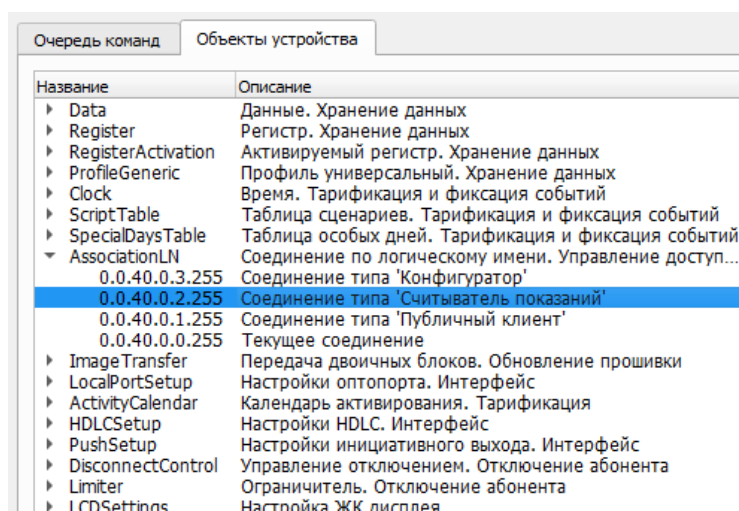

Рисунок 59
В левом нижнем поле на вкладке «Объекты устройства» выбрать объект «AssociationLN» и уровень доступа, для которого требуется сменить пароль, например, «Соединение типа «Считыватель показаний» (это уровень доступа «Низкий с паролем») (Рисунок 59).
**Настраиваемый профиль** позволяет задать период захвата от 1 до 30 минут. Задавать период следует в секундах, количество которых должно быть кратно 60 (Рисунок 59). После задания периода захвата нажать кнопку «Записать». После этого нажать кнопку внизу центрального экрана «Прочитать».